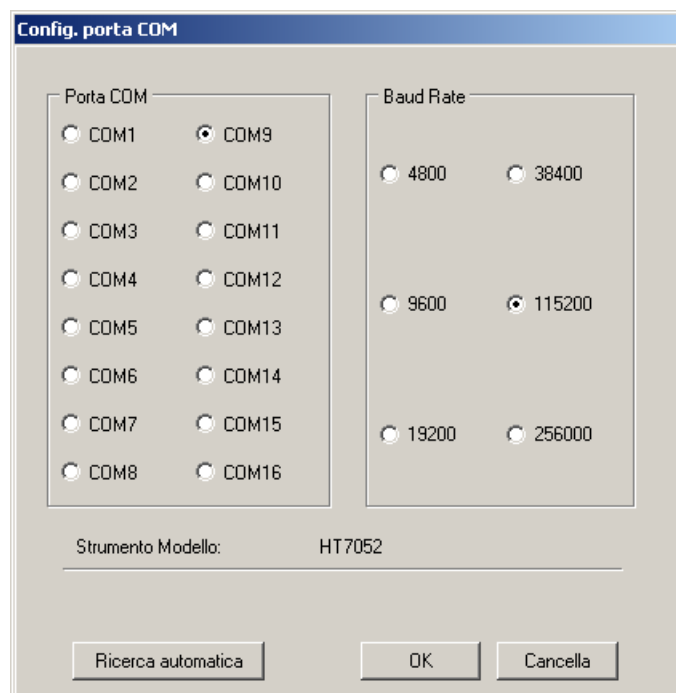

Fig. 49: Connessione strumento a PC
8. Selezionare il comando **“Config → Porta COM...”** e cliccare sul pulsante **“Ricerca automatica”** al fine di verificare il riconoscimento dello strumento da parte del PC (vedere Fig. 49)